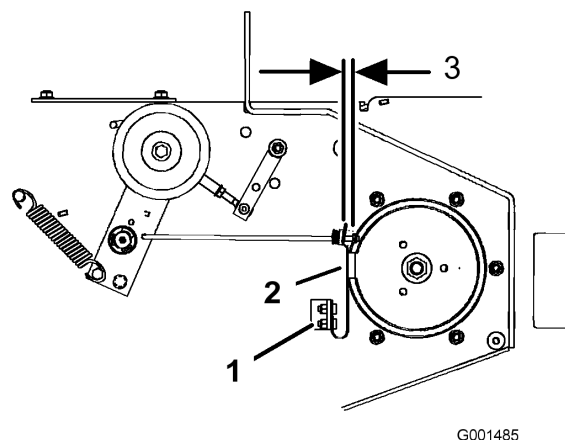

Figure 43
3. Le cas échéant, ajustez les boulons de fixation de ressort de sorte que la plaquette de frein de lame frotte contre les deux côtés de la gorge de la poulie (Figure 43).
4. Ajustez l'écrou à l'extrémité de la tige de frein jusqu'à ce que l'écrou et l'entretoise soient espacés de 3 à 5 mm (1/8 à 3/16") (Figure 43).